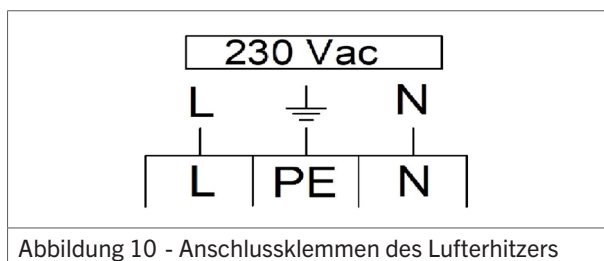

Abbildung 10 - Anschlussklemmen des Luftherizers
- Schließen Sie das Netzkabel an die Anschlussklemmen im Klemmenkasten an (Abbildung 10).